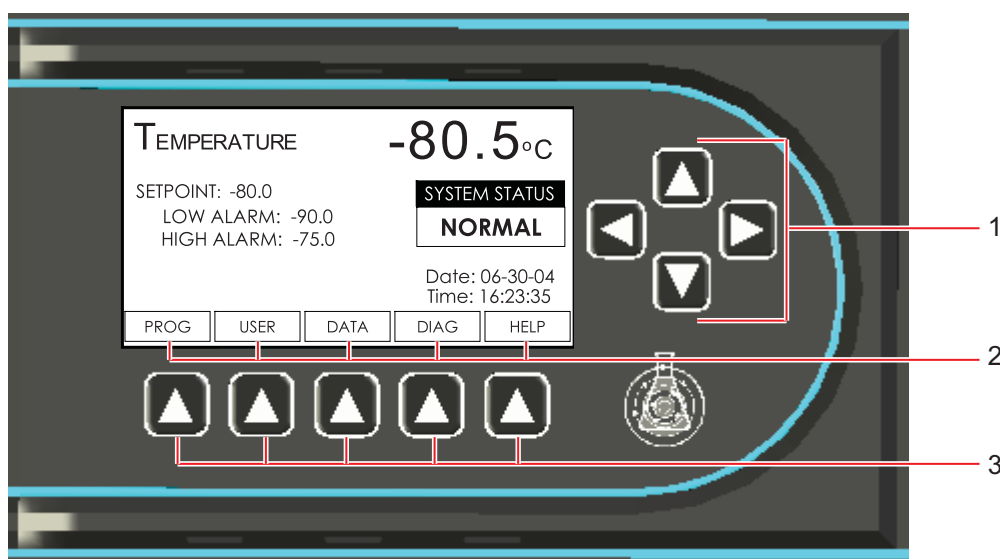

Fig. 2: Elementos de manejo
Todos los puntos de ajuste y propiedades ajustables se pueden controlar mediante el panel táctil de la pantalla (ver Fig. 2 en pág. 18). Cuatro botones direccionales permiten seleccionar o modificar propiedades, y los botones del menú ofrecen acceso a funciones específicas indicadas en la parte inferior de la pantalla.
2. Utilice los botones de dirección ▲ y ▼ (ver Fig. 2 en pág. 18) para seleccionar el punto de ajuste que desea ajustar.